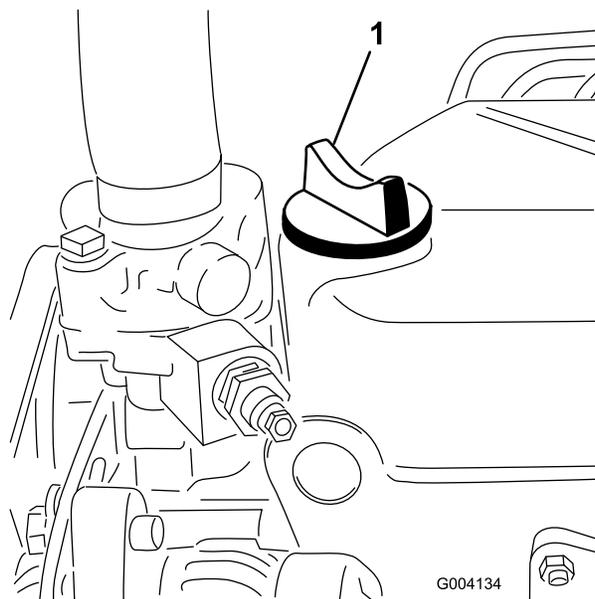

图29
5. 如果油位低于“已满”标记，应取下加油盖（图29），添加机油，直至油位达到量油尺上的“已满”标记。